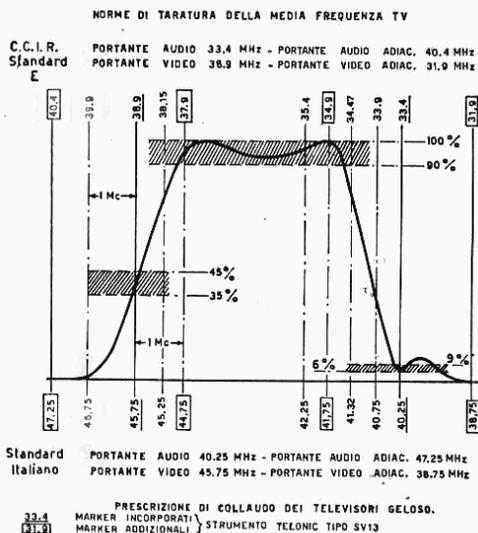

Fig. 2
- se l'antenna esterna ha la discesa in cavo coassiale da 75 ohm, collegarla direttamente alla presa d'antenna di colore verde (fig. 2, n. 14), servendosi dello spinotto coassiale normalizzato, fornito a corredo del televisore;
La curva di F.I. deve essere del tipo di fig. 2; a questo scopo è di determinante importanza che le trappole siano accordate alle rispettive frequenze: L 203 a $f = 40,4$ MHz., la L 207 a $f = 33,4$ Mc. e la L 201 a $f = 31,9$.